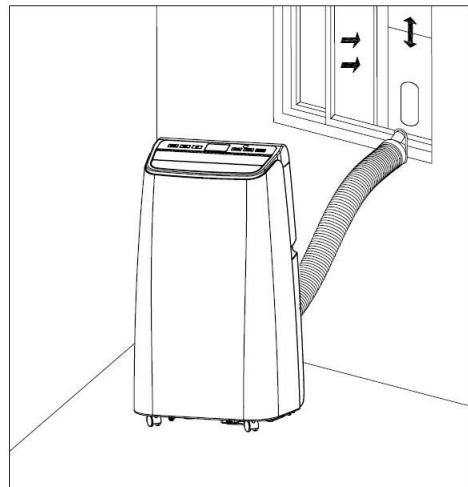

Figura 5
- Estendere il tubo e collegarne l'estremità piatta al foro ovale della piastra sigillante montata alla finestra, facendola scattare in posizione (v. figura 5 e figura 6).